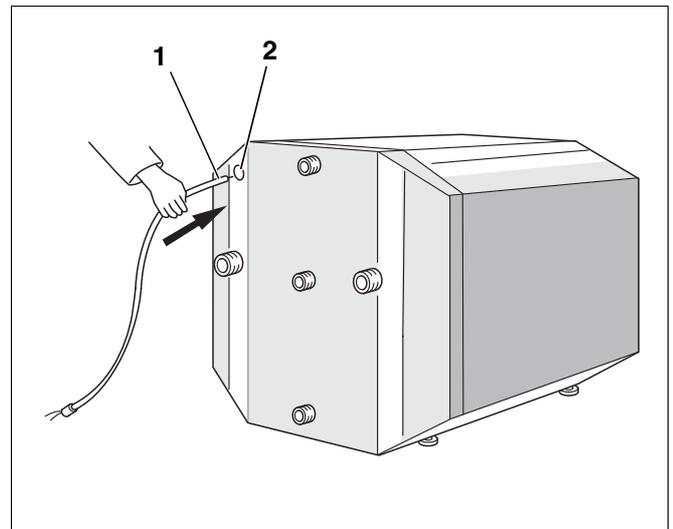

Abb. 9 Temperaturfühler montieren
- Temperaturfühler (Abb. 9, **Pos. 1**) von der Speicherrückseite in die Bohrung des Kabelkanals (Abb. 9, **Pos. 2**) einführen.